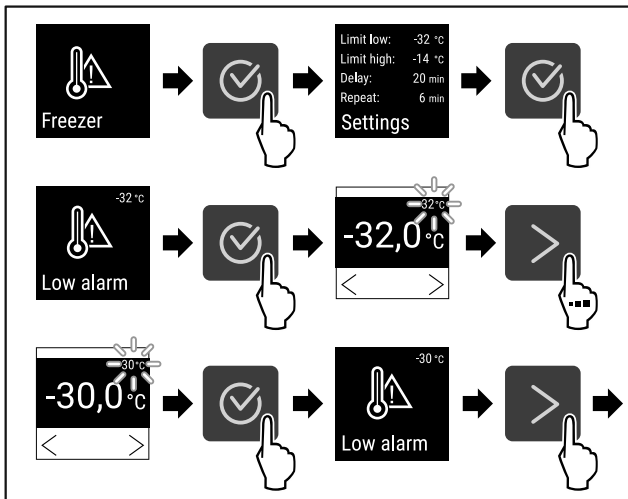

Fig. 98
- ▶ Εκτελέστε τα βήματα ενεργειών (βλέπε Fig. 98) .